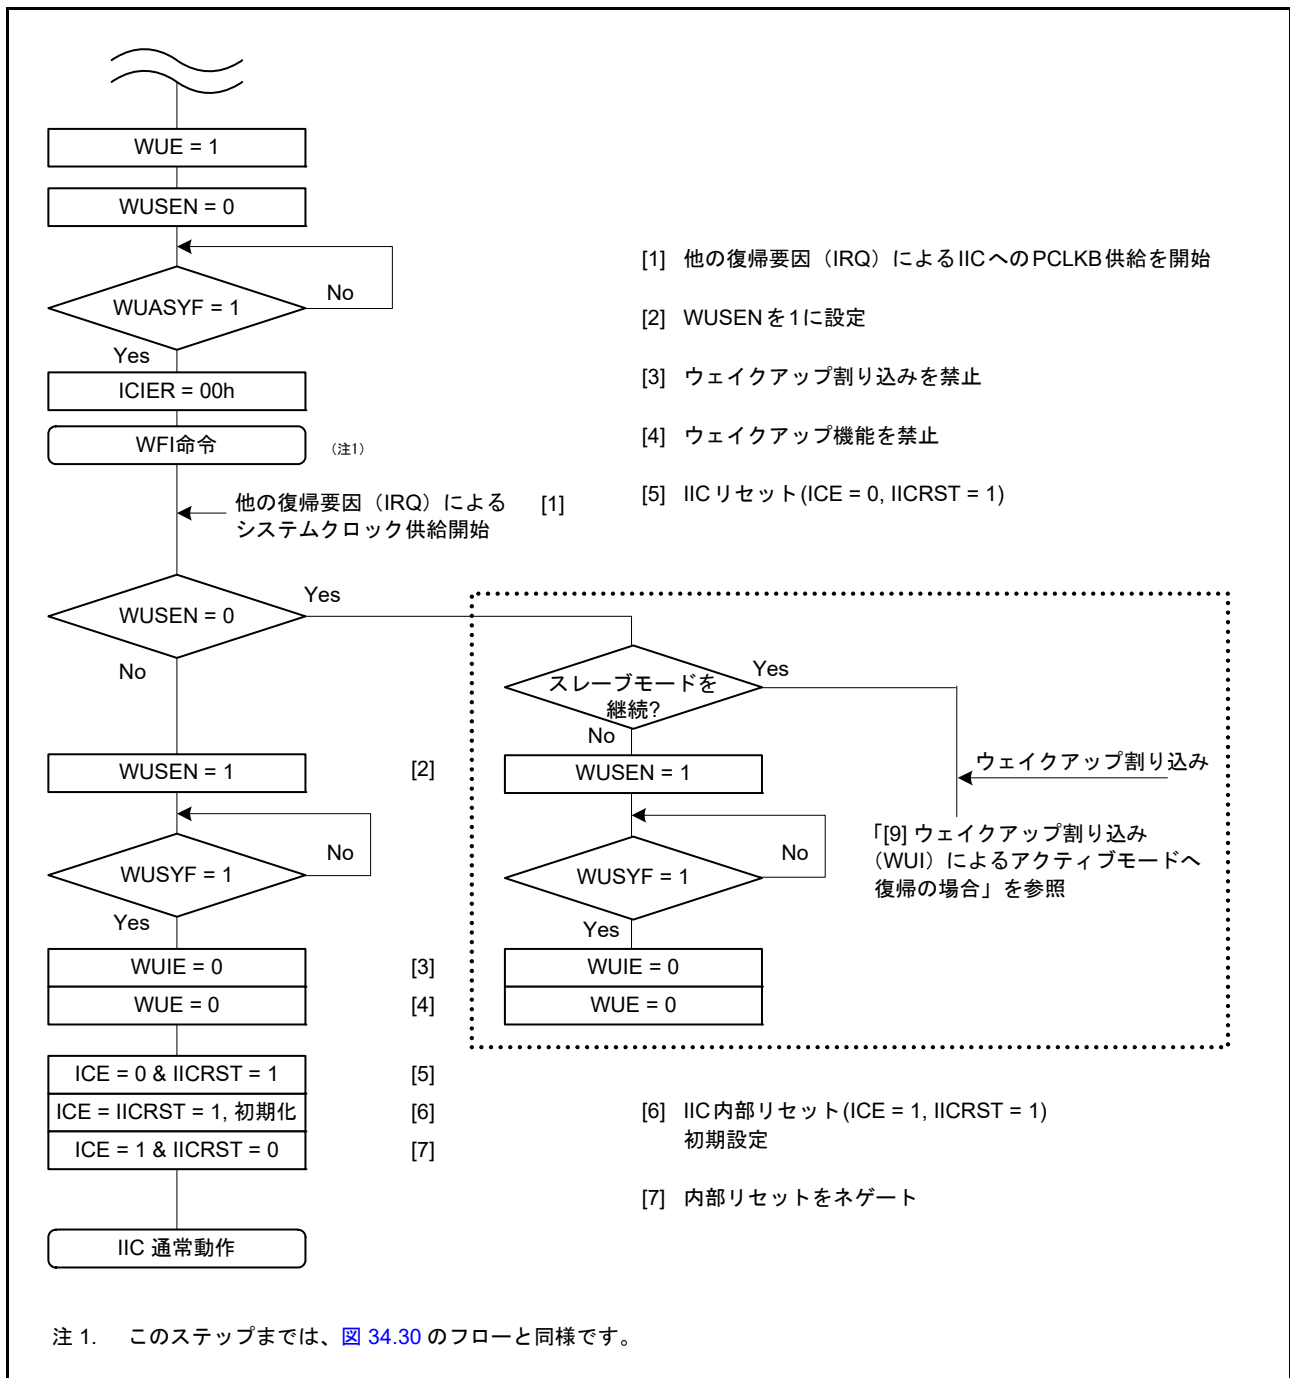
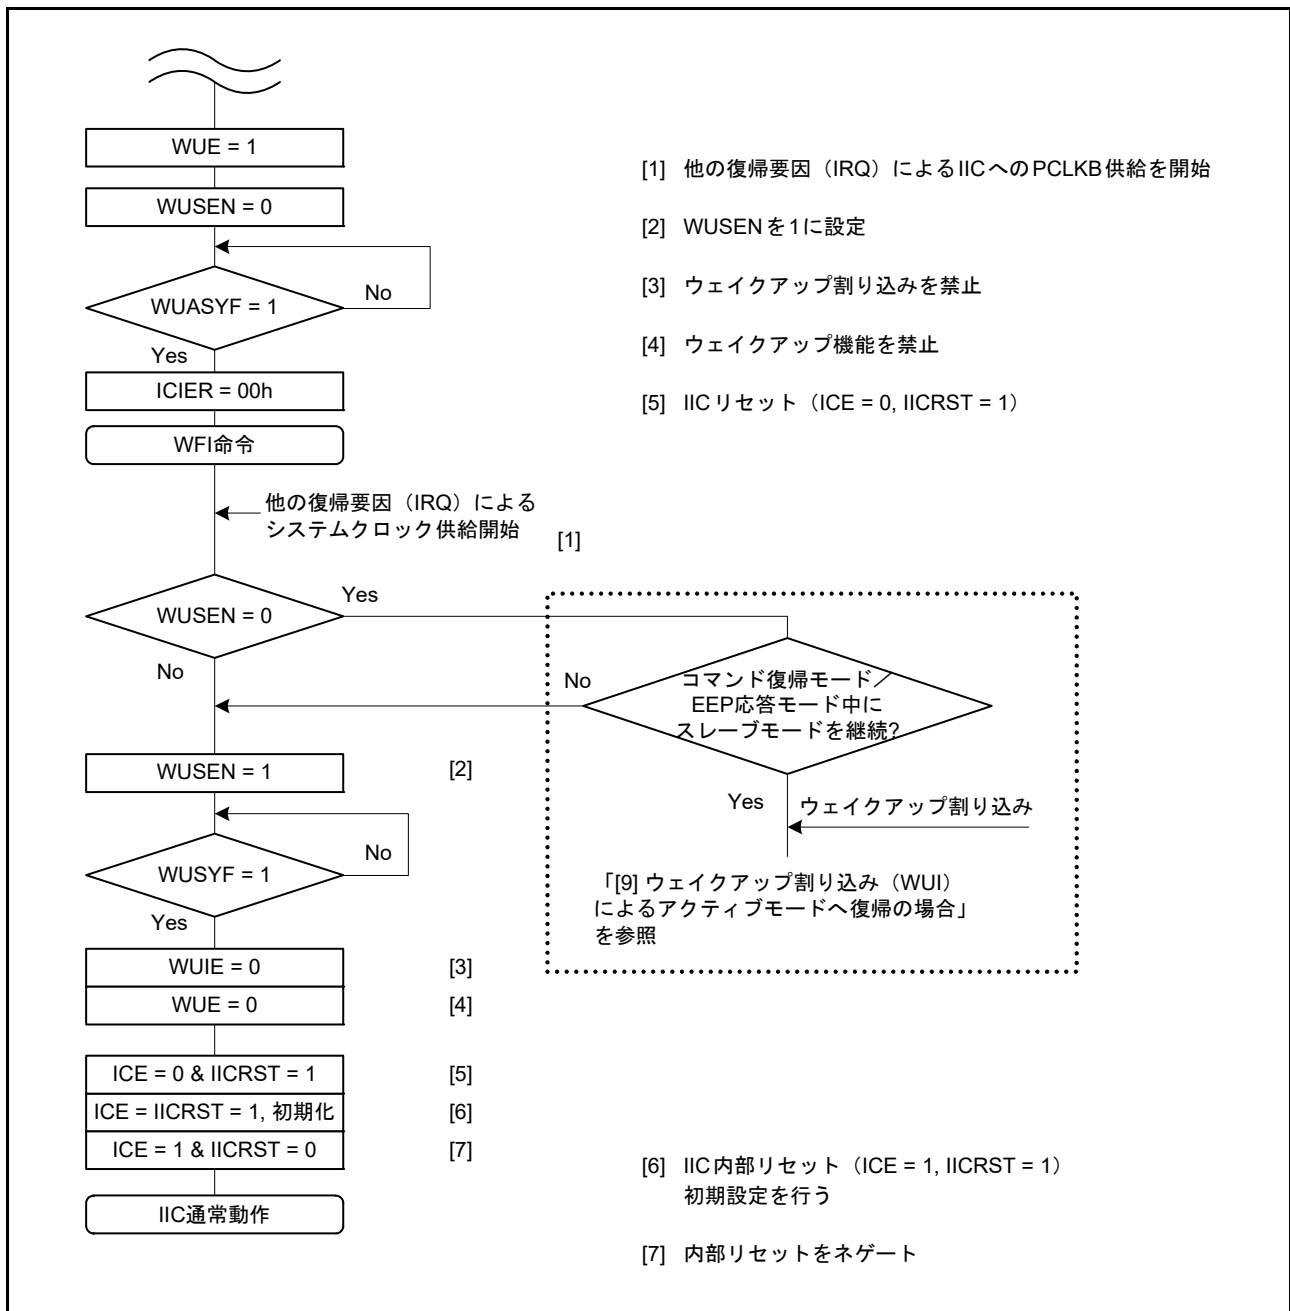

図 34.31 ノーマルウェイクアップモード 1 および 2 の動作例 (IIC ウェイクアップ割り込み以外の割り込み (たとえば IRQn) によるウェイクアップの場合)
図 34.36 コマンドリカバリモードと EEP 応答モードの動作例 (IIC ウェイクアップ割り込み以外の割り込み (たとえば IRQn) によるウェイクアップの場合)
8. ウェイクアップ割り込み以外の割り込み (IRQn など) で、ソフトウェアスタンバイモードからの遷移がトリガされると、WUF フラグは 1 になりません。図 34.31 および図 34.36 に示す処理に従ってください。
ウェイクアップ割り込み以外の割り込み (IRQn など) で、ソフトウェアスタンバイモードからの遷移がトリガされると、WUF フラグは 1 になりません。図 34.31 に動作例を示します。
ウェイクアップ割り込み以外の割り込み (IRQn など) で、ソフトウェアスタンバイモードからの遷移がトリガされると、WUFフラグは1になりません。図 34.31 に示す処理に従ってください。
ウェイクアップ割り込み以外の割り込み (IRQn など) で、ソフトウェアスタンバイモードからの遷移がトリガされると、WUF フラグは 1 になりません。図 34.36 に示す処理に従ってください。